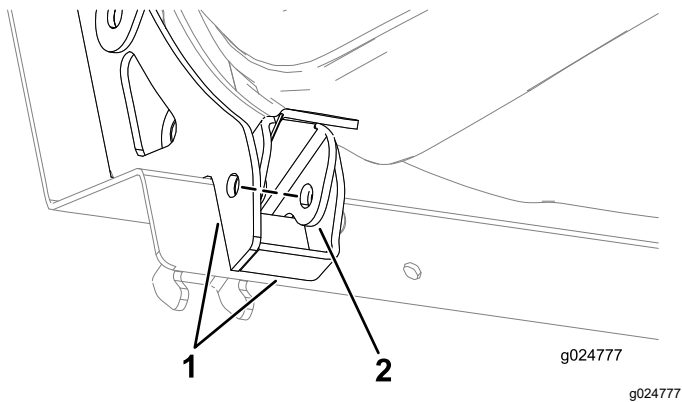

Bild 22
5. Fluchten Sie die Löcher im Riegel mit den Löchern in den Sitzverstärkungen aus (Bild 22).